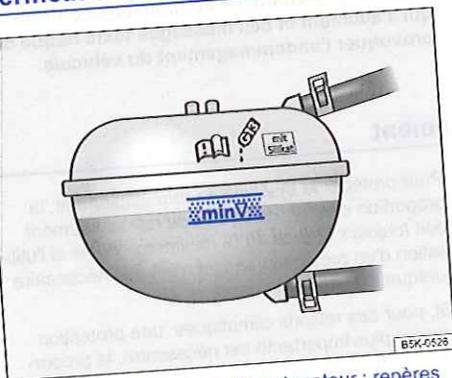

Fig. 211 Dans le compartiment-moteur : repères sur le vase d'expansion du liquide de refroidissement
- Lorsque le moteur est froid, vérifiez le niveau de liquide de refroidissement à l'aide des repères latéraux du vase d'expansion de liquide de refroidissement → fig. 211. Le niveau de liquide de refroidissement doit se situer entre les repères.
- Faites l'appoint uniquement avec du liquide de refroidissement **neuf** conforme aux spécifications de Volkswagen (→ page 343) → ①.
- Le niveau de liquide de refroidissement doit se situer entre les repères du vase d'expansion → fig. 211. **En rétablissant le niveau, ne dépassez pas le bord supérieur de la zone repérée** → ① !
- Si en cas d'urgence, aucun liquide de refroidissement conforme aux spécifications (→ page 343) n'est disponible, n'utilisez pas d'autre additif de liquide de refroidissement ! Ne faites d'abord l'appoint qu'avec de l'eau distillée → ①. Faites ensuite préparer le plus rapidement possible la proportion de mélange adéquate avec l'additif de liquide de refroidissement prescrit → page 343.
- Ne faites l'appoint de liquide de refroidissement que jusqu'au bord supérieur de la zone repérée ⇒ **fig. 211**. Le surplus de liquide de refroidissement est sinon refoulé, une fois chauffé, hors du circuit de refroidissement et peut entraîner des endommagements.